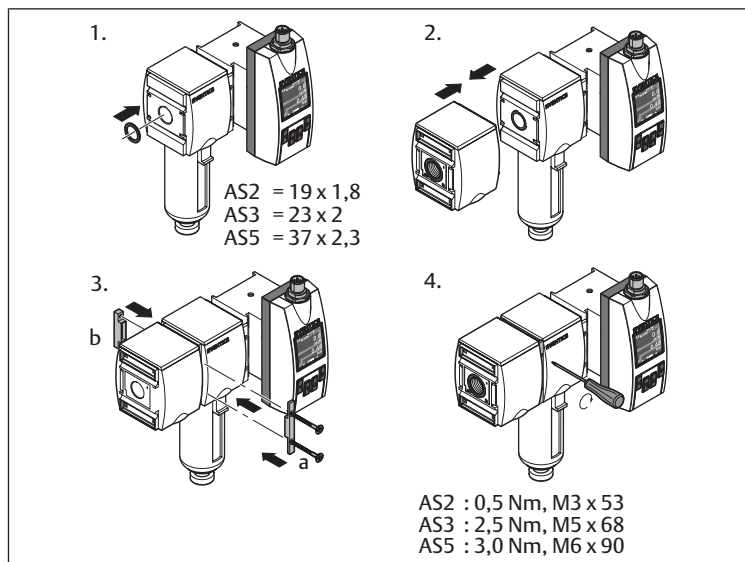

Bild 6: Montering med blockmonteringsatts | W04
- Montering med blockmonteringsatts och luftbehandlingsenhet: se → Bild 6.